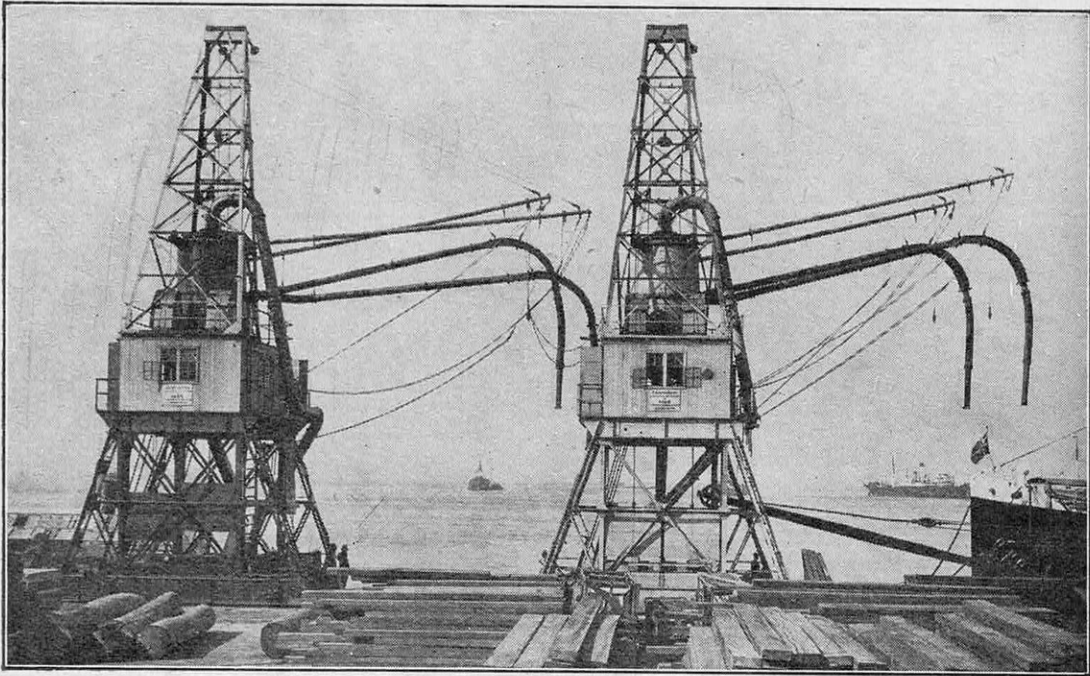

FIG. 1. — DEUX «ASPIRATEURS» POUR LE DÉCHARGEMENT DES NAVIRES, A RIO DE JANEIRO
*A gauche, nous voyons le nouveau bâtiment, qui mesure plus de 70 mètres de haut. Au-dessous, à gauche, lant, qui aboutit au môle d'embarquement (à droite) où les navires sont chargés directement (voir fig. 1). de Bahia-Bianca peut recevoir 1.000 tonnes de grains à l'heure et charger*